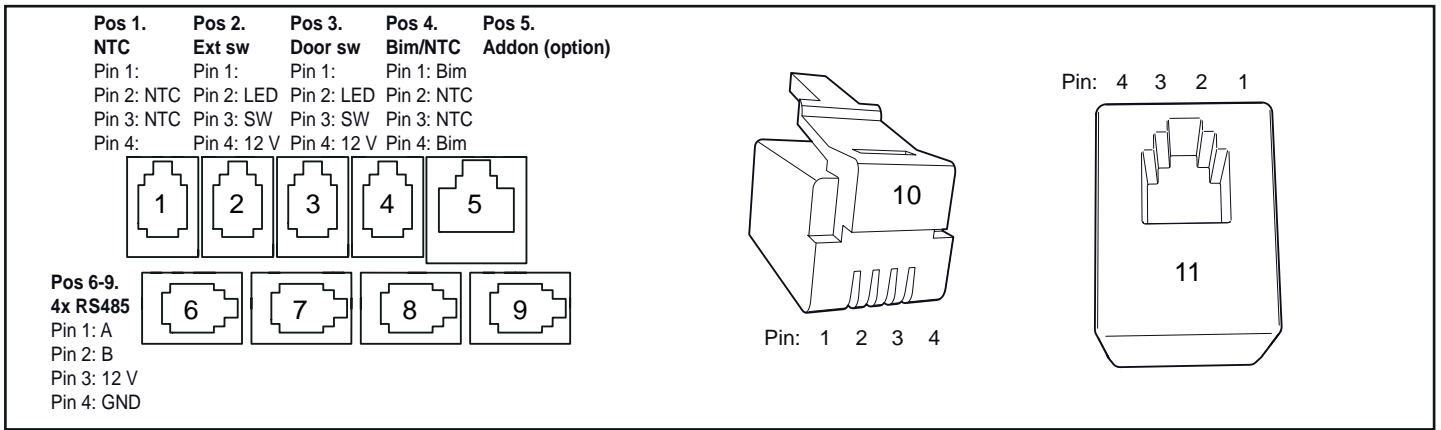

Figure 19 : Prises modulaires, description (Pos. 1-4 et 6-9 : RJ10, Pos. 5 : RJ45)
- 1. Prise modulaire (RJ10, voir figure 19)